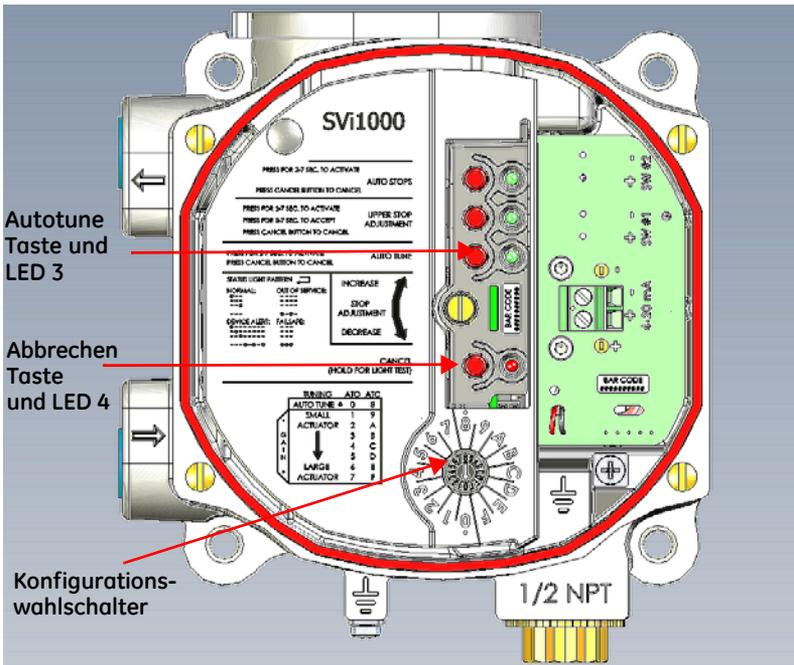

Abbildung 24 Konfigurationswahlschalter
1. Stellen Sie den *Konfigurationswahlschalter* auf den automatischen Abstimmparameter (Abbildung 24):